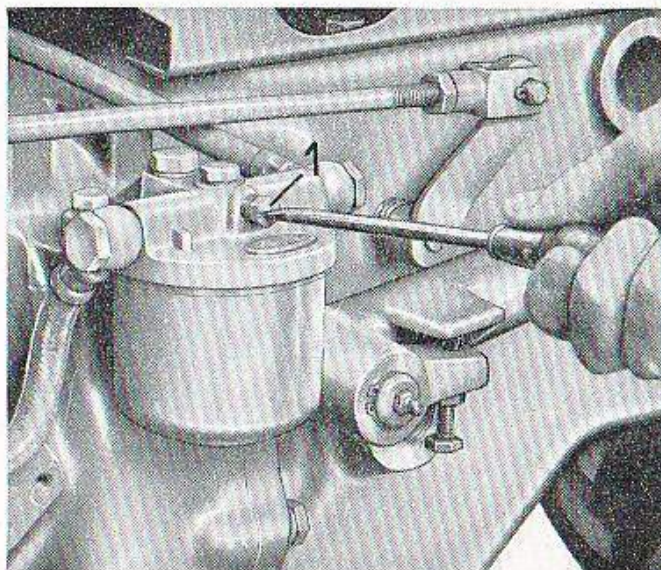

Bild 6
2. Am Kraftstoff-Filter Schraube 1 (Bild 6) solange lösen, bis der Kraftstoff an der Schraube blasenfrei austritt.